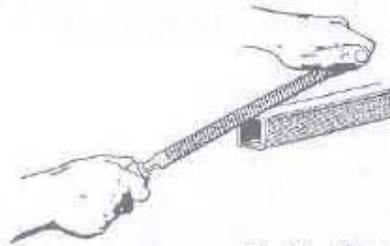

Fig. 09 - Eliminação das rebarbas.
3. Eliminar as rebarbas (Fig. 09)